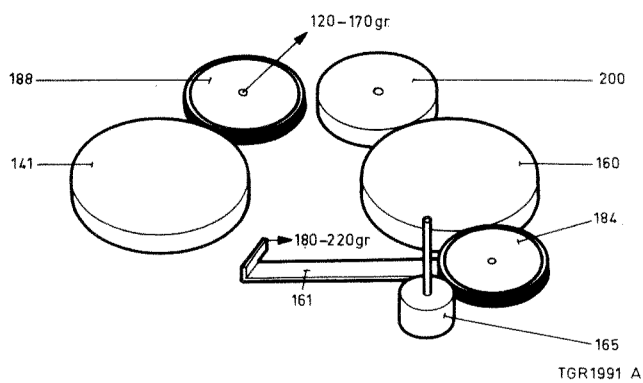

Fig. 25
Controle van de aandrukkracht van tussenwiel pos.184 tegen de rechter spoelschotel pos.160, zie fig.25
De kracht nodig om tussenwiel pos.184 juist van de rechter spoelschotel en het vliegwiel te lichten moet 180 tot 220 g bedragen. Dit meten op beugel pos.161, zie fig.25. Wijkt deze kracht te veel af dan moet veer pos.159 vervangen worden.
- Tussenwiel pos.188 moet nu zodanig worden ingesteld dat deze zich juist in het midden bevindt t.o.v. de linker spoelschotel pos.141 en tussenwiel pos.200. (Tussenwiel pos.200 moet tegen de rechter spoelschotel pos.160 aanliggen.) Dit is in te stellen door met behulp van een schroevendraaier beugel pos.234 te verbuigen.
- De kracht nodig om tussenwiel pos.188 juist van de linker spoelschotel te lichten in de stand "rewind" moet tussen de 120-170 g bedragen.
- Dit meten op het asje van tussenwiel pos.188, zie fig. 25.
- Wijkt bovengenoemde waarde te veel af dan moet veer pos.186 vervangen worden.